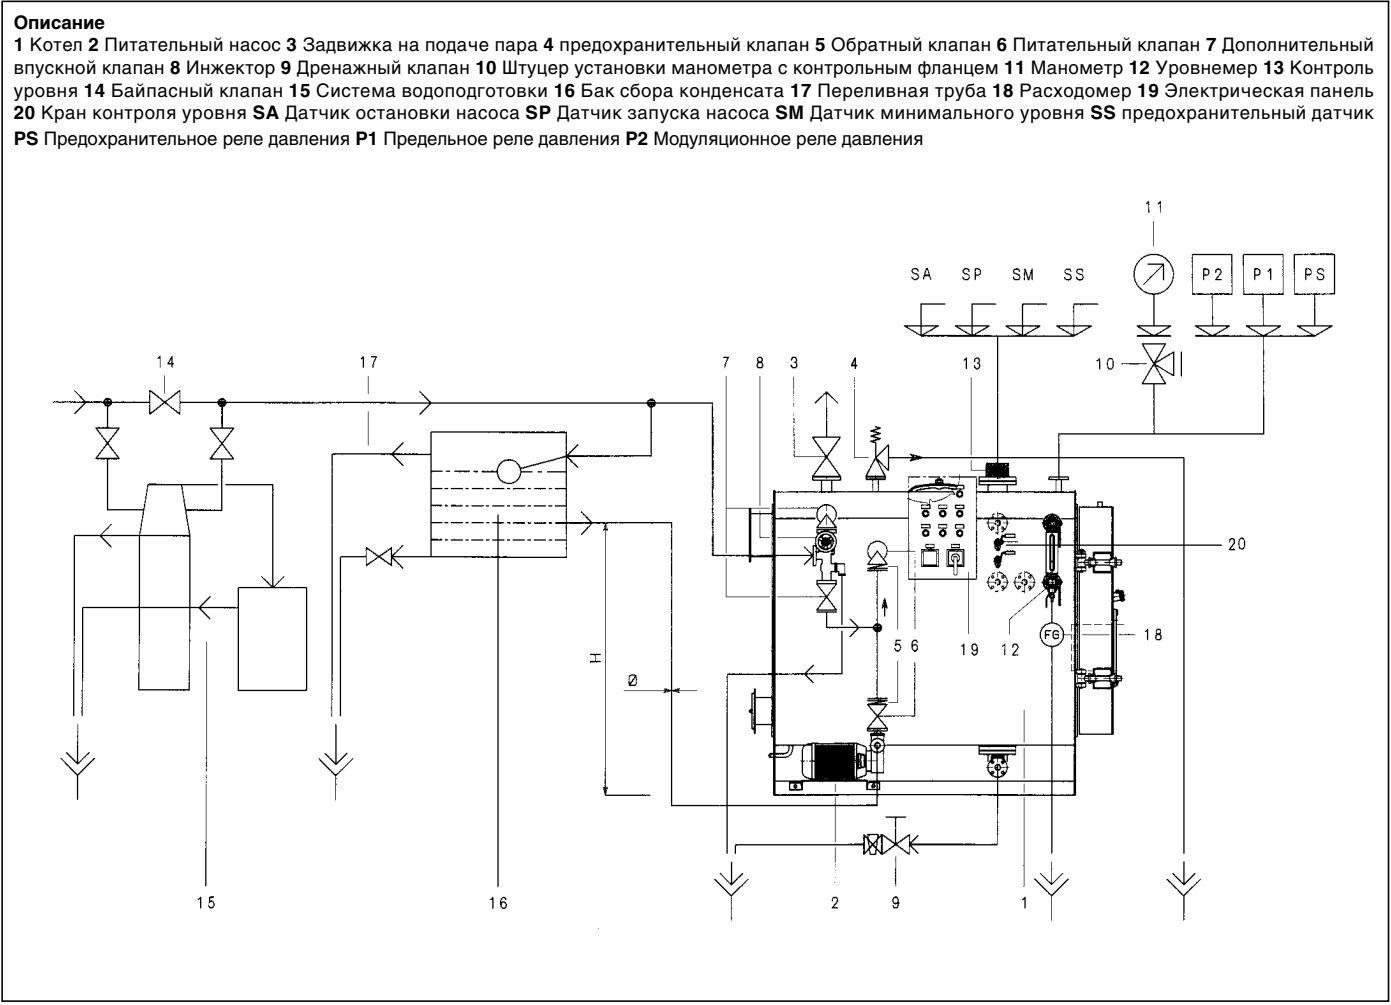

Рис. 5
- Закрыт ли дренаж котла (Рис.5 поз. 9)
- Закрыт ли дренажный вентиль в нижней части бака с конденсатом (Рис.5 поз. 16)
- Закрыта ли задвижка подачи пара (Рис.5 поз.3)
- закрыты ли дренажные краны на уровнемере (Рис.5 поз.12)
- Закрыты ли краны проверки уровня (Рис.5 поз.20)
- откройте две задвижки на питающем контуре между насосом и котлом (Рис.5 поз.6)
- откройте трехходовой кран манометра (Рис.5 поз. 10)
**БАК КОНДЕНСАТА** (рис. 5 - поз. 16)
Электрический насос (рис. 5 - поз. 2)
Обычно насос может всасывать холодную воду из бака на глубине 6 - 7 метров. Когда вода горячая, не только насос не может всасывать воду, но часто вода должна поступать в насос под определенным давлением. Работа насоса улучшается по функциональной зависимости от снижения температуры, снижения скорости вращения и снижения скорости поступления воды. Так же, любое сопротивление всасывающего трубопровода, местное или распределенное по всей длине, снижает эффективность всасывания. Следующие условия приняты как типовые данные: (диаметр и Н отн. Рис. 5).